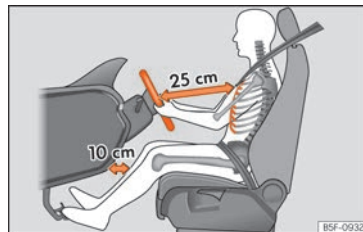

Abb. 7 Der richtige Abstand des Fahrers zum Lenkrad muss mindestens 25 cm (10 inch) betragen. »
- Lenkrad so einstellen, dass der Abstand zwischen Lenkrad und Brustbein mindestens 25 cm (10 Zoll) beträgt »» **Abb. 7** und das Lenkrad mit beiden Händen und leicht gebeugten Armen seitlich am äußeren Rand festgehalten werden kann.
- Fahrersitz in Längsrichtung so einstellen, dass die Pedale mit leicht angewinkelten Beinen durchgetreten werden können und der Abstand zur Instrumententafel im Kniebereich mindestens 10 cm (4 Zoll) beträgt »» **Abb. 7.**